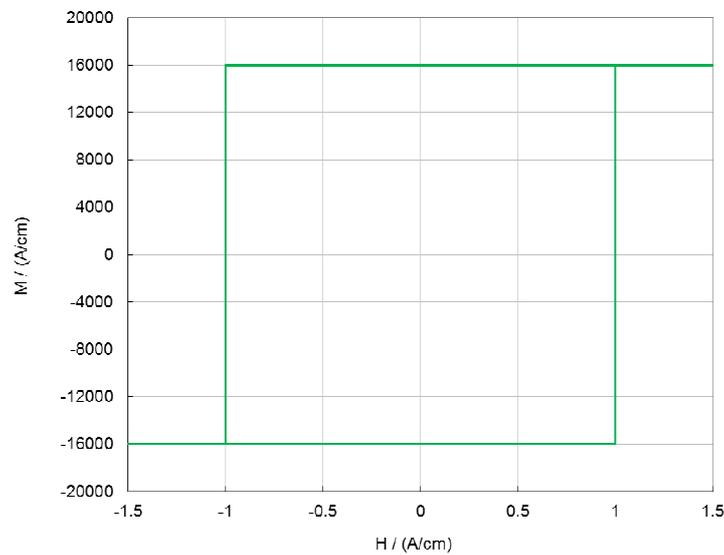

Bild A2-2
Bild A2-2 zeigt nun die Magnetisierungskurve $M(H)$ eines ferromagnetischen Werkstoffs bei $T = 0 \text{ }^\circ\text{C}$.
b) Geben Sie den Wert für die Sättigungsmagnetisierung M_S und die Koerzitivfeldstärke H_C für den Werkstoff aus Bild A2-2 an. Berechnen Sie anschließend die Remanenzflussdichte B_R und geben Sie die Steigung m_B von $B(H)$ an. Zeichnen Sie dann die magnetische Flussdichte B in Abhängigkeit der magnetischen Feldstärke H in Bild A2-2 ein. (3 Punkte)
Bild A2-2 ablesen: (1 Punkt, beide richtig)
c) Entsprechend dieses Schaubilds, um welchen Werkstoff handelte es sich in *Bild A2-2* bzw. im Aufgabenteil b)? (1 Punkt)